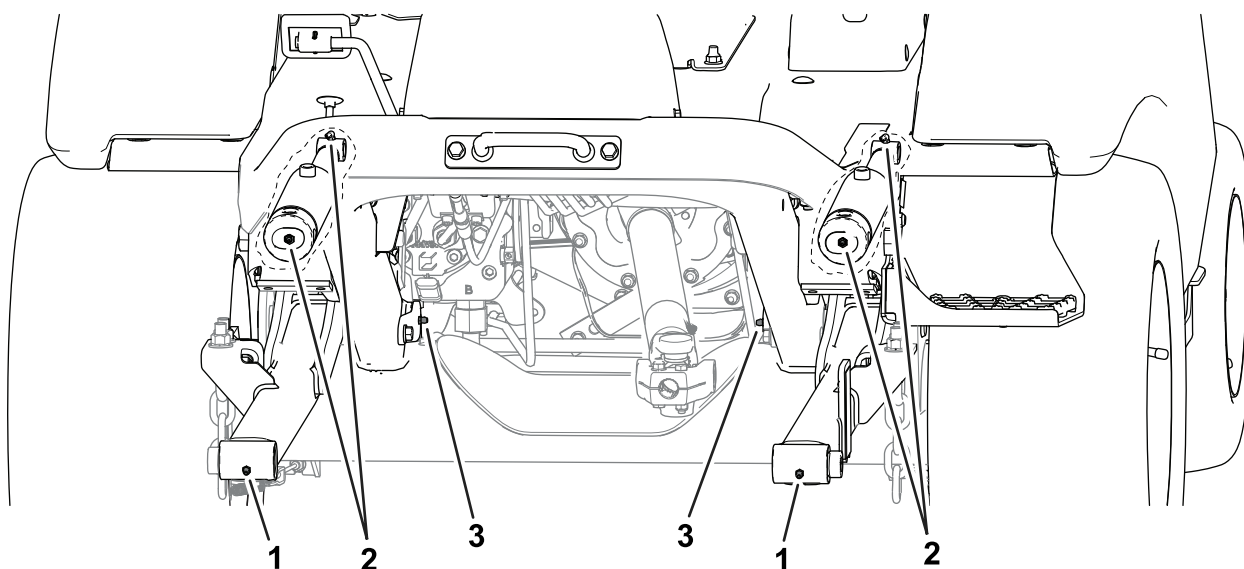

Figure 48
- Avant de la machine (Figure 48) :
- Moyeux de pivot d'accessoire (2)
- Bagues de vérin de levage (2)
- Axes de pivot de bras de levage (2)